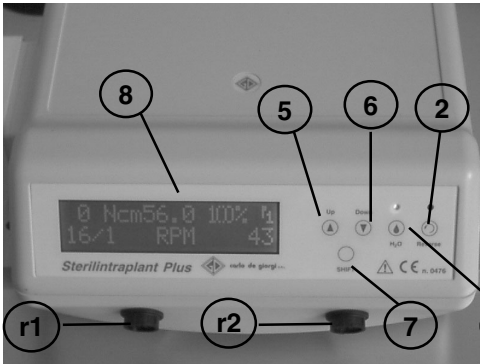
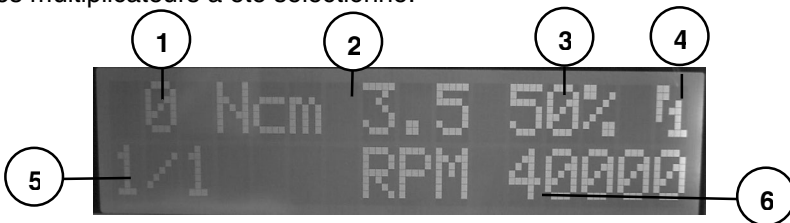

Fig. 6
Fig. 8
L'appareil dispose des dispositifs de commande suivants placés sur la partie frontale (Fig. 6) :
Sur la figure 8, on peut voir les données affichées qui sont :
- 3) sélectionner le numéro de programme désiré en plaçant le curseur, à l'aide du bouton "shift" (7 - fig. 6), sur le champ 1 - figure 8, et en appuyant sur les boutons "Up ▲" et "Down ▼" jusqu'à obtenir le numéro de programme désiré ;
Pour modifier un programme (voir fig. 6 et 8), se porter avec le curseur sur le champ "n° de programme", et sélectionner avec "Up ▲" et "Down ▼" le numéro du premier programme libre ou non utilisé.